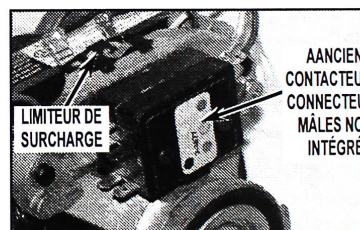

FIGURE 2A (MOTEUR DÉFECTUEUX)
- Comparer et noter les différences entre le contacteur du moteur défectueux et le contacteur du moteur de rechange neuf. Voir les *Figures 2A, 2B et 2C*. Si les contacteurs sont identiques, monter simplement le moteur dans l'ordre inverse de la dépose du moteur défectueux. Si tel n'est pas le cas, passer à l'étape 5.